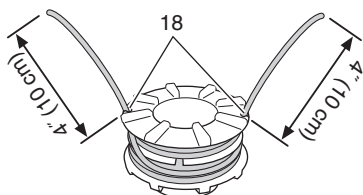

Fig. 23
- (4) Poussez chaque fil dans les trous d'arrêt (18) en laissant des bouts libres d'environ 4" (10 cm). (Fig. 23)